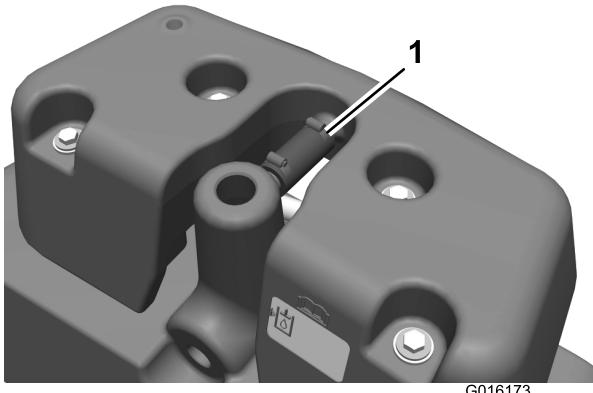

図 2
- ワームねじで締めているクランプをゆるめてオーバーフロー ホースを外す(図2)。
24. オーバーフローホースの未接続端部を、リークディテクタタンクのチューブに取り付け、ウォームねじクランプで固定する（図 2）。